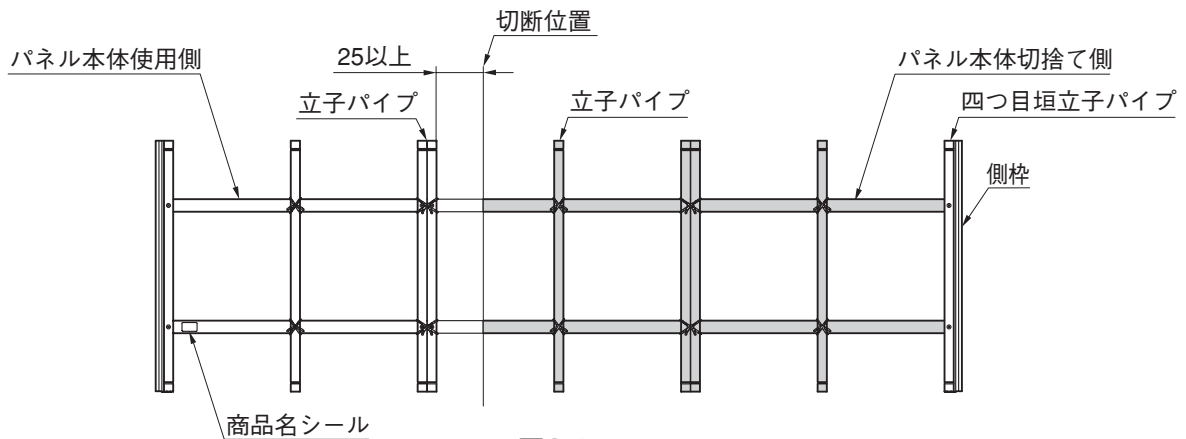

図2-1
- 1 パネル本体を切断位置で切断してください。(図2-1参照)